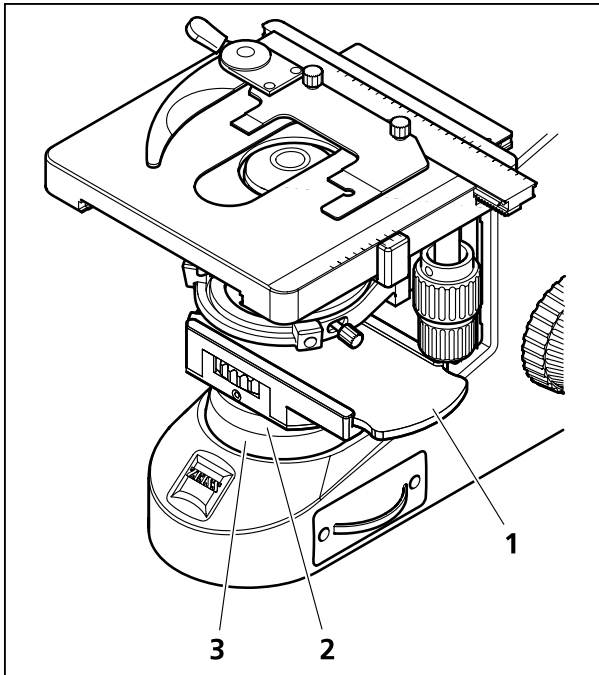

Figura 11 Montar a corredeira no diafragma de campo luminoso
- Desenroscar o anel roscado (Figura 11/2) do diafragma de campo luminoso (Figura 11/3).
- Deslocar a corredeira (Figura 11/1) à posição de montagem, colocá-la sobre o diafragma de campo luminoso (Figura 11/3) e enroscá-la com o anel roscado (Figura 11/2) por agora só ligeiramente.
- Girar a corredeira (Figura 11/1) à posição desejada (para o manuseio com a mão direita ou esquerda) e fixá-la nesta posição, apertando o anel roscado.
- Desenroscar o anel roscado do diafragma de campo luminoso (Figura 11/2) e retirá-lo conjuntamente com a corredeira (Figura 11/1).